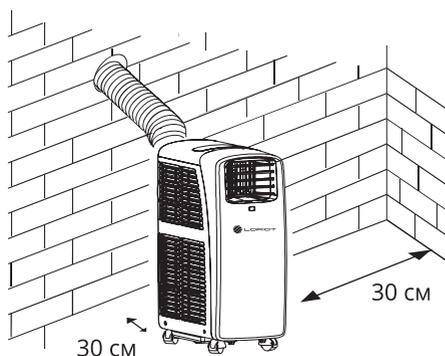

рис. 1
1) Обеспечить свободное пространство (не менее 30 см) с фильтрующей стороны устройства (рис.1).